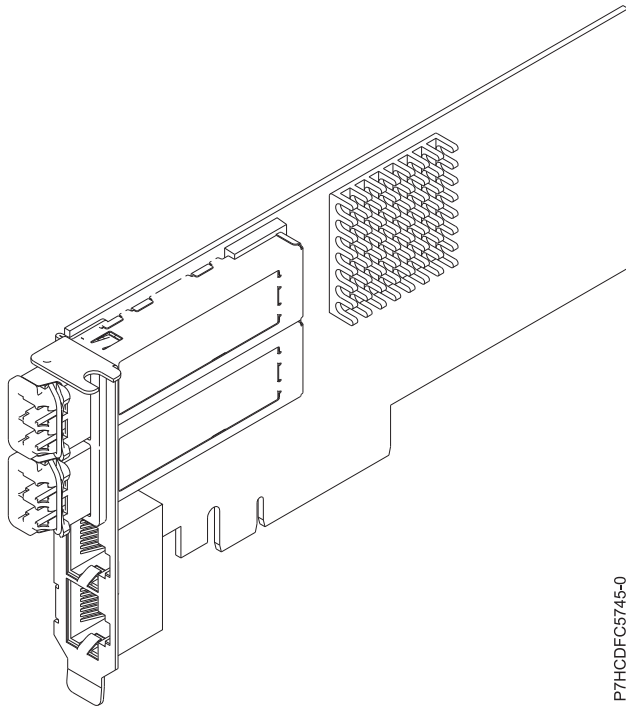

図 73. FC EN0H アダプター
この 4 ポート付きアダプターは、2 個の 10 Gb FCoE SR スモール・フォーム・ファクター・プラグ可能 (SFP+) ポートおよび 2 個の 1 Gb RJ45 イーサネット・ポートを提供します。2 個の 10 Gb FCoE ポートは、リトル・コネクタ (LC) タイプのコネクタによって接続されます。各 FCoE ポートは公称データ速度 10 Gbps (G ビット/秒) のイーサネット接続を提供します。各 1 Gb ポートは、データ速度 1 Gbps でイーサネット接続を提供し、イーサネット・ケーブルによって接続されます。10 Mb データ速度はサポートされません。図 73 は、FC EN0H アダプターを示しています。